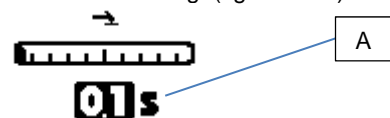

Fig.9
**OPÇÃO DE SOLDADURA E-SPOT (OPCIONAL) APENAS TIG DC.** Especial punção utilizável apenas no método de soldadura DC por contacto que consente reduzir drasticamente o aporte térmico e obter facilmente pontos de solda brancos e brilhantes em chapas difíceis de punccionar como o aço inox, configurar a corrente de soldadura (fig. 3 ref. N) e selecionar, por fim, através do encoder **S1** o submenu de opção (fig. 3 ref. D) e regular o tempo de punção. Parâmetro regulável de 0.01 a 9.90 seg. (fig. 9 ref. A)